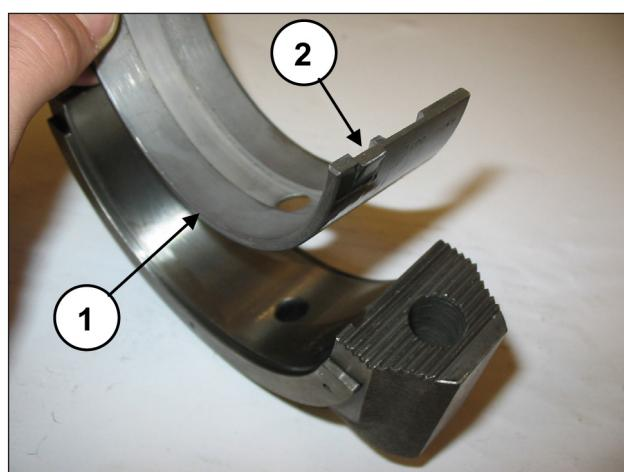

Fig. 82
Colocar los semicojinetes inferiores en los sombreretes (pos. ①, Fig. 82) y comprobar que la lengüeta de referencia de los semicojinetes esté dentro del alojamiento del sombrerete (pos. ②, Fig. 82).